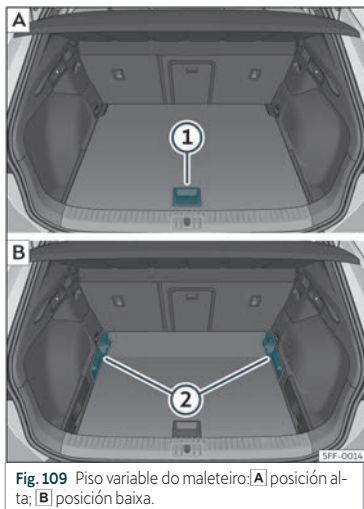

Fig. 109 Piso variable do maleteiro: **A**) posición alta; **B**) posición baixa.
- Para pasar da posición baixa á alta, levante o piso pola asa»» **fig. 109** ①, puxe cara atrás ata que a parte dianteira do piso supere totalmente os soportes»» **fig. 109** ②.
- Desprace sobre estes o piso cara adiante ata que faga tope no respaldo dos asentos posteriores e, a continuación, baixe o piso coa asa ①.
- Para pasar da posición alta á baixa, levante o piso pola asa»» **fig. 109** ①, puxe cara atrás ata que a parte dianteira do piso supere totalmente os soportes»» **fig. 109** ②.
- Deixe caer a parte anterior contra o piso e empúxeo cara adiante ata que faga tope no respaldo dos asentos posteriores baixando ao mesmo tempo o piso coa asa ①.
- Co piso variable en posición alta, levánteo pola asa»» **fig. 109** ①, puxe dela e empuxe cara ao respaldo dos asentos posteriores ata que se dobre o piso pola liña de bisagra e a parte móbil do piso repouse sobre el.